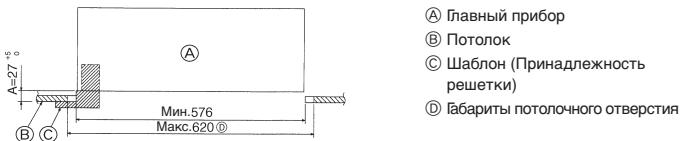

Fig. 2-6
3. Если нельзя совместить главный прибор с отверстием для навешивания на потолке, регулировка производится с помощью щели, имеющейся на плите для навешивания прибора. (Fig. 2-6)